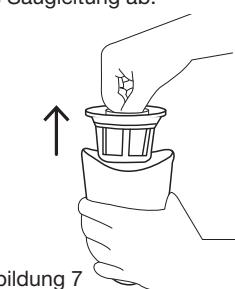

Abbildung 7
2. Ziehen Sie an der Einheit aus Filterhalterung, Filter und Vorfilter, um vom Behälter (Abb. 7) abzunehmen.